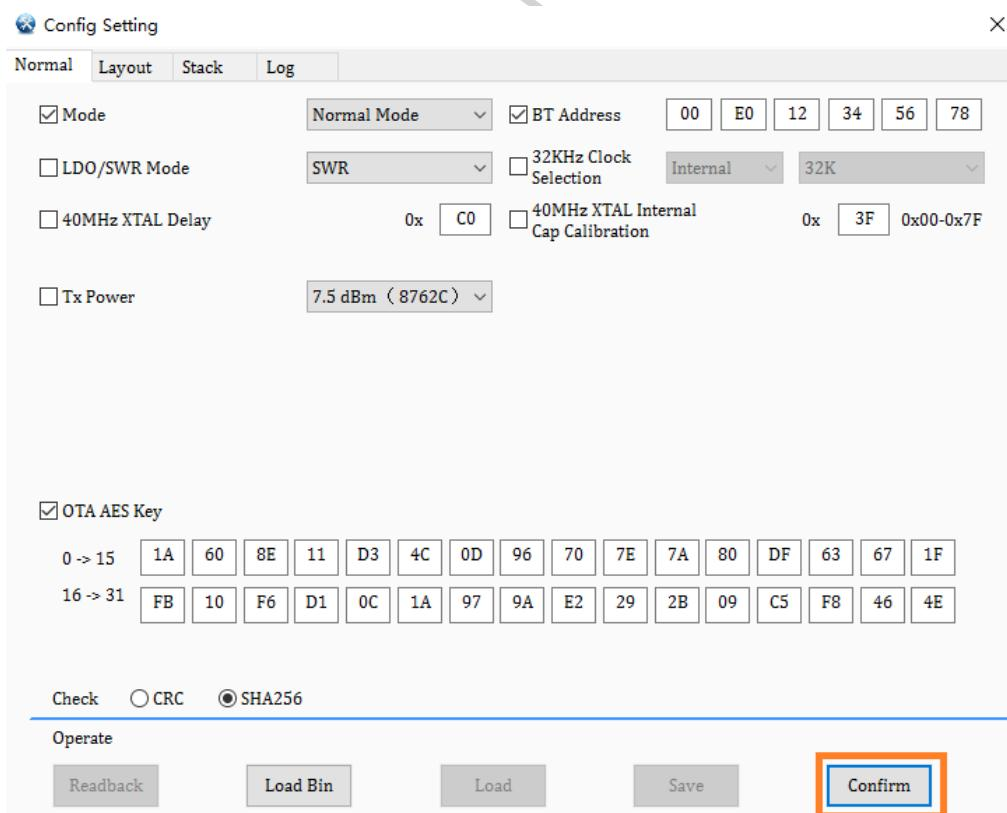

图 8-9 生成 Config file
3) 点击“Config Set”按钮进入 Config 配置界面。设置参数并点击“Confirm”确认，生成的 config file 会加载在对应的文件处，如图 8-9 所示。